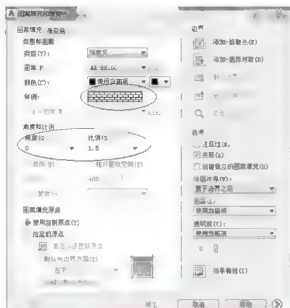

图 4.70 【图案填充和重新着色】对话框
② 单击【确定】按钮回到【图案填充和渐变色】对话框，则【图案】文本框内显示为【AR-B816】，如图 4.70 所示。